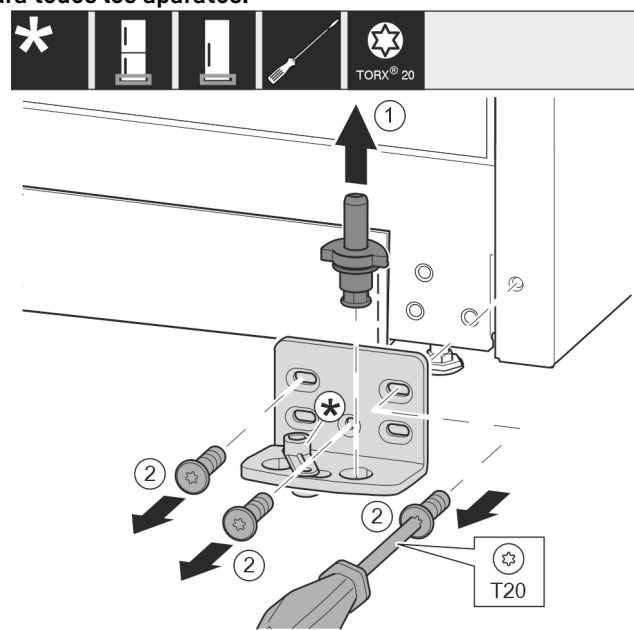

Fig. 12
- ▶ Extraiga el perno de cojinete completo hacia arriba. Fig. 12 (1)
- ▶ Desenrosque los tornillos con el destornillador T20 y retire el soporte de cojinete. Fig. 12 (2)